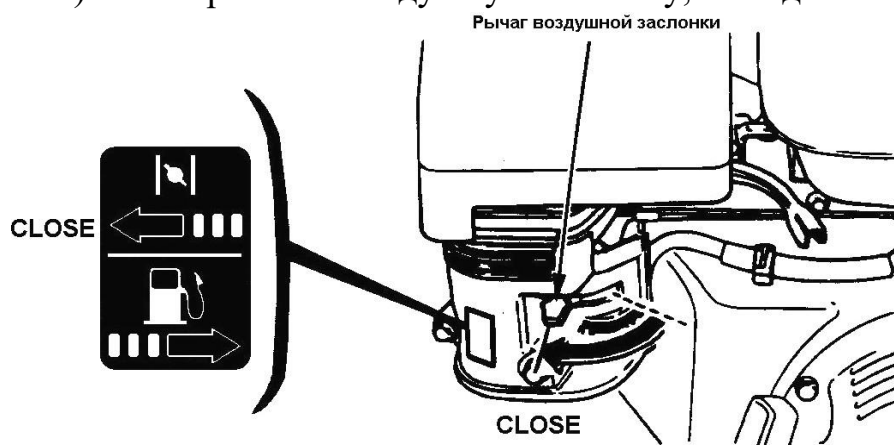

Рисунок 4 – Рычаг воздушной заслонки в положении "CLOSE" ("Закрывается")
- поверните рычаг воздушной заслонки в положение "CLOSE" ("Закрывается") (рисунок 4). Не закрывайте воздушную заслонку, если двигатель горячий.